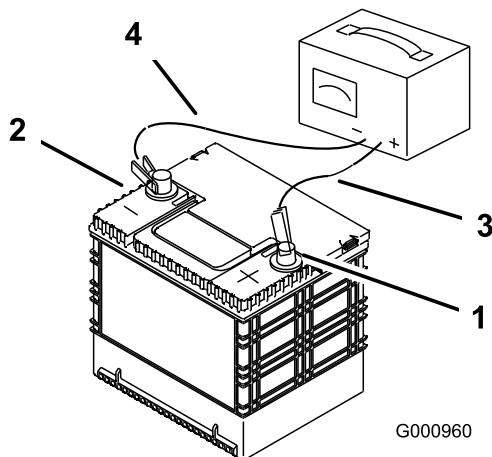

Bild 54
2. Wenn die Batterie ganz aufgeladen ist, ziehen Sie den Stecker des Ladegeräts aus der Dose. Klemmen Sie dann die Klemmen des Ladegeräts von den Batteriepolen ab (Bild 54).